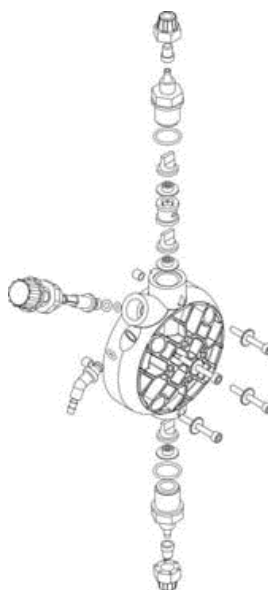

Fig. 11
3. Eliminar del cuerpo de la bomba todo líquido que allí se encuentre, desmontando y volviendo a montar el cuerpo de la bomba, utilizando los cuatro tornillos de fijación que vienen en dotación. (Fig.11).
2. Controlar por lo menos cada 6 meses, el funcionamiento de la bomba, la hermeticidad de los tornillos y las guarniciones, para líquidos particularmente agresivos efectuar controles incluso más frecuentes, controlar en particular la concentración del aditivo de la instalación; una reducción de dicha concentración podría ser causada por el desgaste de las válvulas (que en este caso deben ser substituidas poniendo atención al volver a instalarlas como se indica en la Fig. 11).
Para efectuar esta operación, si el equipo no está fijado a la instalación, es posible hacerla pulsar durante algunos segundos (15-30), manteniéndola invertida y sin tubos conectados a los empalmes, si ello no es posible, desmontar y volver a montar el cuerpo de la bomba (Fig.11), utilizando los cuatro tornillos que sirven para fijar.
Gracias a que el sistema es muy robusto, no se producen verdaderas averías mecánicas. En algunas circunstancias pueden producirse pérdidas de líquido por algún empalme o virola para fijar los tubos que estén flojos, o más sencillamente debido a la rotura del tubo de impulsión. Raramente algunas pérdidas podrían ser causadas por la rotura de la membrana o por el desgaste de la guarnición hermética de la membrana. En estos casos los componentes deben ser substituidos desmontando los cuatro tornillos del cuerpo de la bomba (Fig. 11), al volver a instalar los tornillos, apretarlos de manera uniforme. Una vez eliminada la pérdida, es necesario limpiar la bomba dosificadora eliminando posibles residuos de aditivo, que, al estancarse podrían atacar químicamente la caja de la bomba.
❶ - LA BOMBA DOSIFICADORA, DA IMPULSOS PERO NO INTRODUCE EL ADITIVO EN LA INSTALACIÓN.
- a. Desmontar las válvulas de aspiración e impulsión, limpiarlas y volverlas a instalar en la misma posición de antes (Fig. 11). En el caso se notara una dilatación en dichas válvulas, comprobar en la tabla correspondiente la compatibilidad del aditivo con el tipo de válvula instalada en la bomba (Válvula estándar de vitón, a pedido se producen de silicona, etileno propileno y de nitrilo, válvula de bola, válvula K).